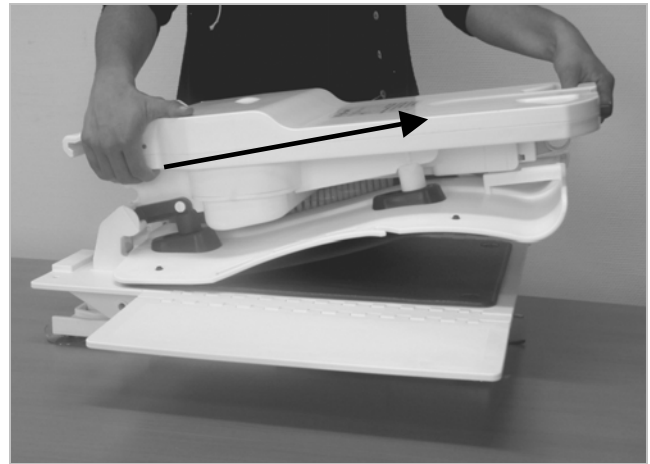

Bild 11
3. Die Rückenlehne kann jetzt in Pfeilrichtung (Bild 11) vom Sitzgestell abgezogen werden.